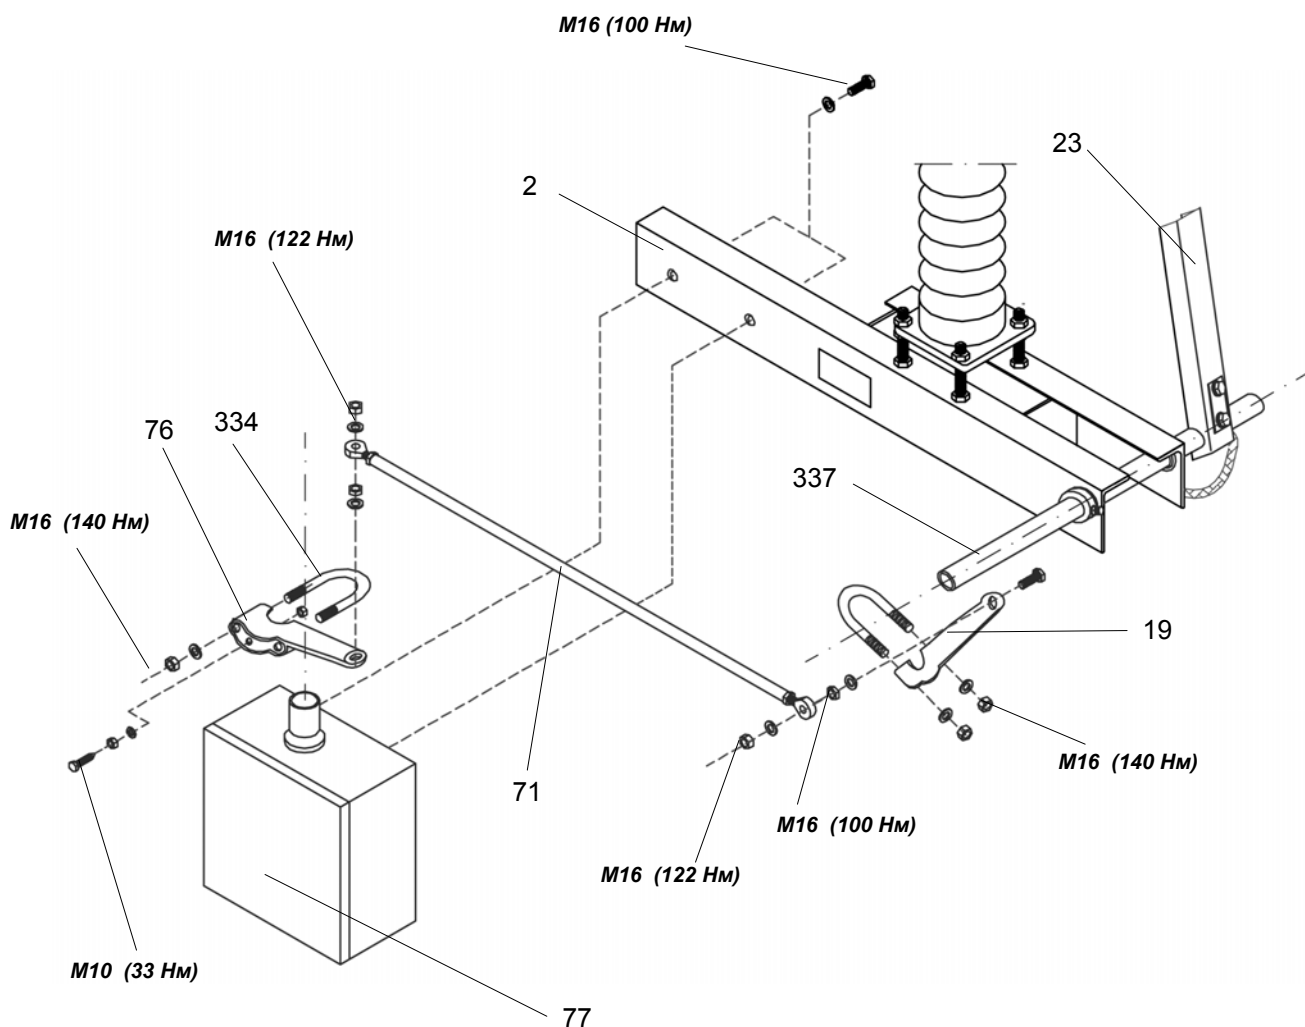

Рисунок 14: Крепление привода заземлителя непосредственно на раме
1. Распаковать приводной механизм заземлителя (77)
3. Установить рычаг привода заземлителя (76) на конце вала приводного механизма, в соответствии с требуемой стороной монтажа [Рис. 14]